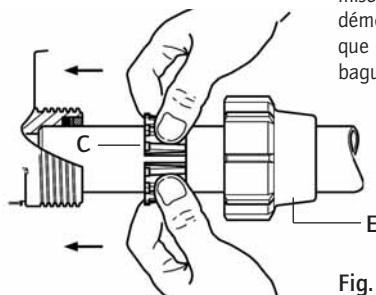

Fig. 2
- Placer sur le tube d'entrée et de sortie d'eau coupé proprement et chanfreiné, l'écrou (Fig. 2-E) et la bague crampée (Fig. 2-C).
- Introduire le tube jusqu'en butée dans les orifices d'entrée et de sortie d'eau (Fig. 2).
- Pousser jusqu'en butée la bague crampée (Fig. 2-C) sur l'entrée, puis l'autre sur la sortie d'eau.
- Serrer l'écrou (Fig. 2-E).